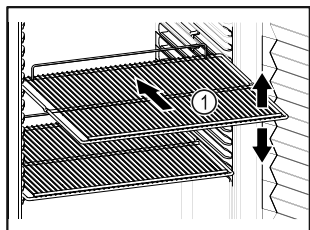

Fig. 40 Primjer izgleda
- ☐ Ako su rešetke za polaganje Fig. 40 (1) pomične, prilagodite ih po visini.